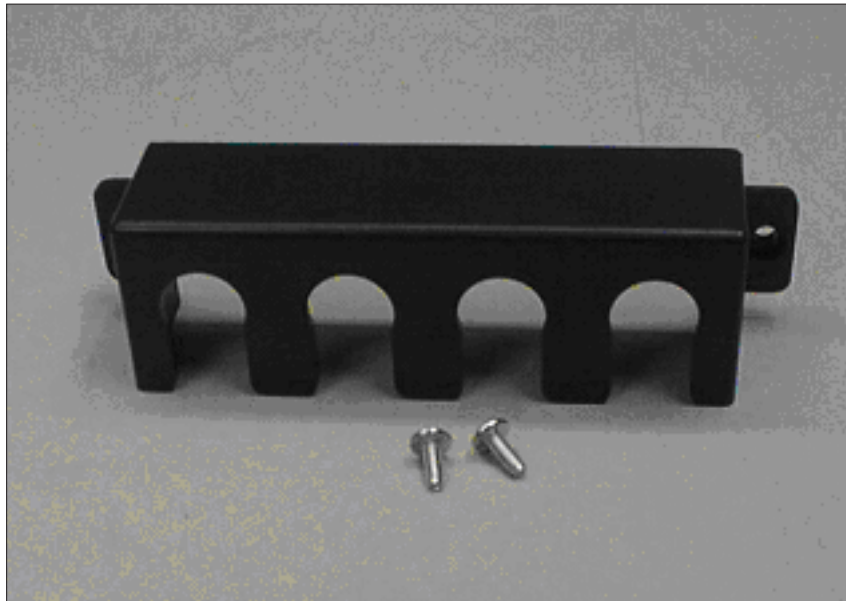

図 34. 2145-1U 無停電電源装置電源ケーブル保持ブラケットのハードウェア
2. パッケージからブラケットと 2 個のねじ (図 34 参照) を取り出します。